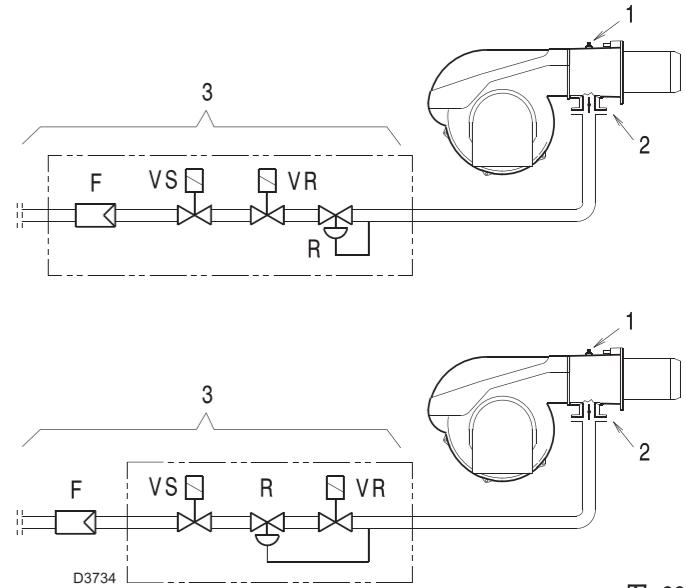

图 23
测试点 1)(图 23) 处测得的燃气压力，此时：
燃气蝶阀 2)(图 23) 处的压力损失，此时蝶阀最大开启角度为: 90°。
- 用测试点 1)(图 23) 测得的燃气压力减去炉膛背压。
测试点 1)(图 23) 处燃气压力 = 11.7 mbar
计算测试点 1)(图 23) 处所需燃气压力，将燃烧器以最大出力运行：
- 读出右边栏 1 所示测试点 1)(图 23)。
测试点 1)(图 23) 处所需压力。